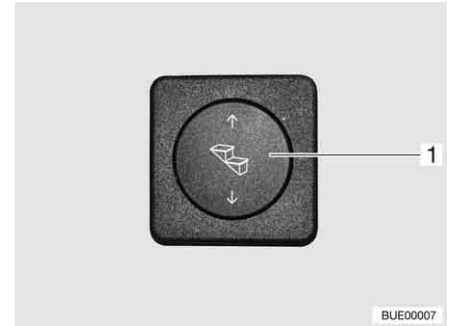

Fig. 7 Pulsante per il comando dello scalino di ingresso
- Premere in basso il pulsante basculante (Fig. 7,1) e tenerlo premuto (almeno 3 secondi), fino a che lo scalino di ingresso è stato completamente estratto.
- Premere in alto il pulsante basculante (Fig. 7,1) fino a che lo scalino di ingresso è completamente inserito.